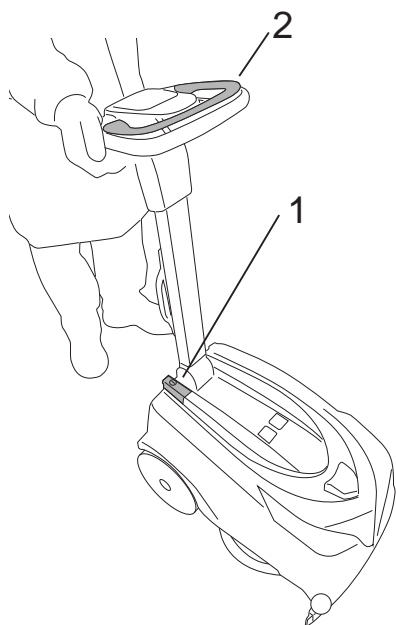
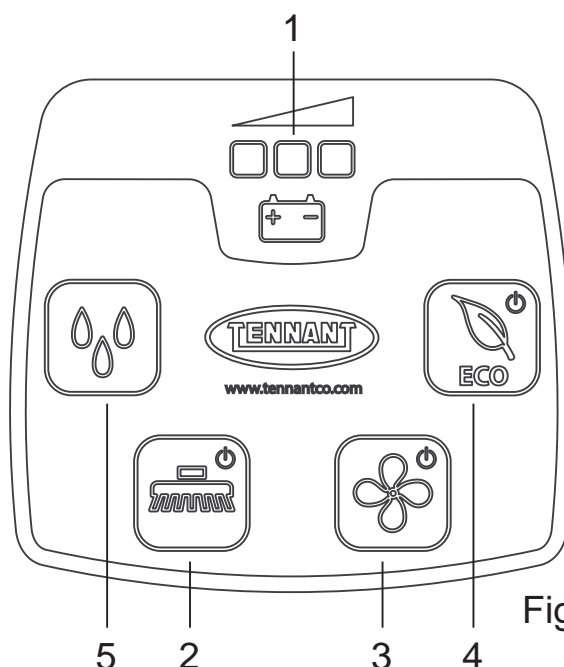

Fig.14
Fig.15
- Главный выключатель (рис. 14 - поз. 1): подключает и отключает электропитание всех функций машины.
- Кнопка щетки (рис. 15 - поз. 2) включает (индикатор включен) и выключает (индикатор выключен) функцию «Щетка»; щетка начинает работать только после нажатия «Рычага управления щеткой» (рис. 14 - поз. 2).
- Кнопка всасывания (рис. 15 - поз. 3): включает (светодиод включен) и выключает (светодиод выключен) двигатель всасывания, который обеспечивает сушку обрабатываемого пола. Двигатель начинает работать только после активации с помощью «Рычага управления щеткой».
- Кнопка потока раствора (рис. 15 - поз. 5): для включения, отключения или изменения подачи раствора, выполните следующие действия:
- Кнопка ECO (рис. 15 - поз. 4): включает (светодиод включен) и отключает (светодиод выключен) работу в режиме ECO.